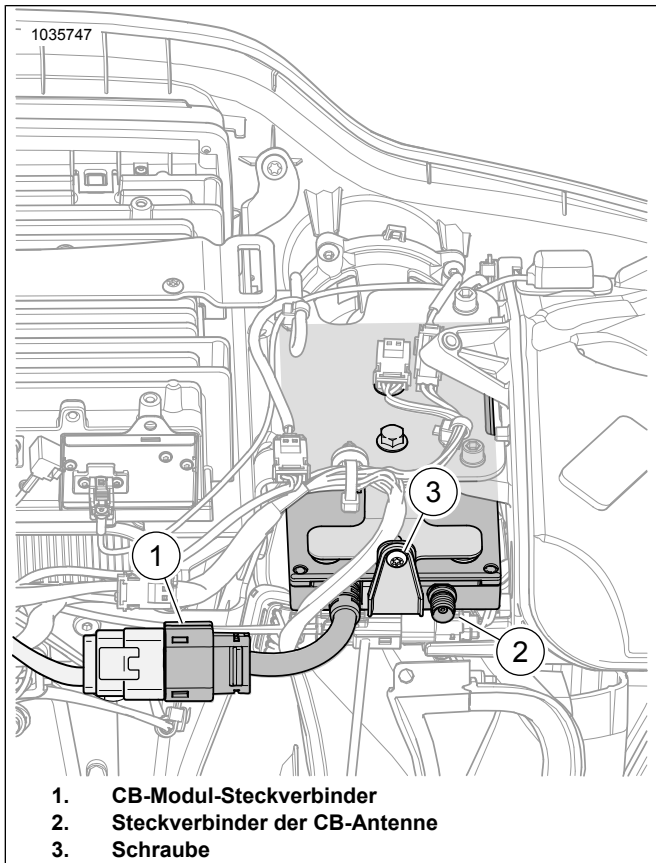

Abbildung 5. Steckverbinder des Innenverkleidung-Kabelbaums
6. Siehe Abbildung 5 >. Das 12-polige Buchsengehäuse am CB-Steckverbinder [184] (1) anschließen.